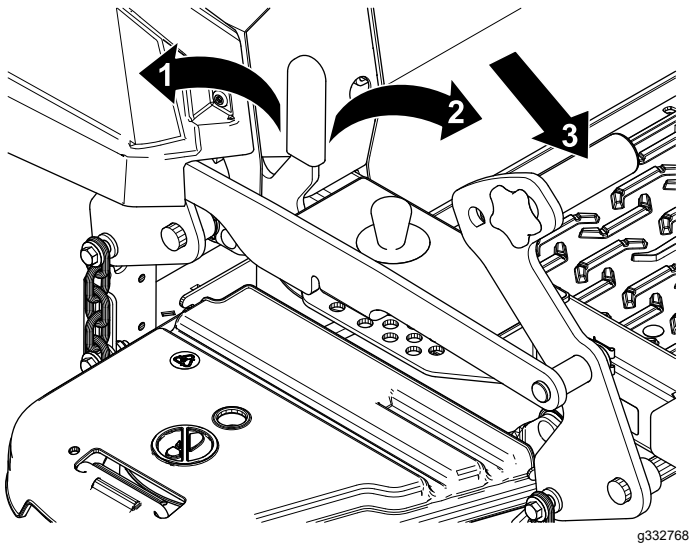

Figure 31
1. Poussez la pédale de levage du tablier complètement en avant pour bloquer le tablier en position TRANSPORT (Figure 31).
2. Poussez la pédale de levage du tablier complètement en avant et tirez le verrou de transport en avant à la position de DÉVERROUILLAGE, puis abaissez lentement le tablier de coupe (Figure 31).